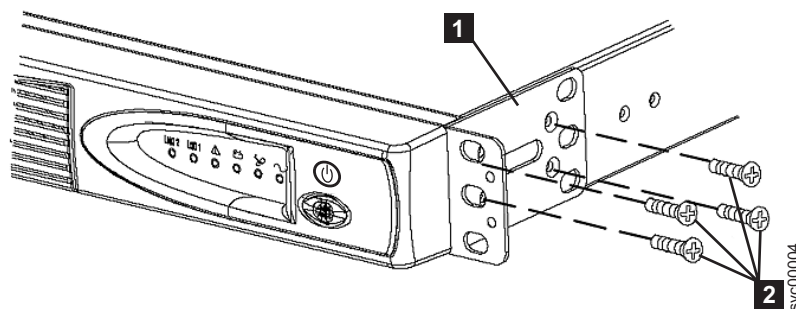

図 24. 2145-1U 無停電電源装置用サポート・レールのラックへの取り付け
3. 取り付けブラケットごとに 4 つの M3 × 6 ねじ **2** を使用して、取り付けブラケット **1** の長い側を 2145-1U 無停電電源装置の各側面に取り付けます (図 24 参照)。